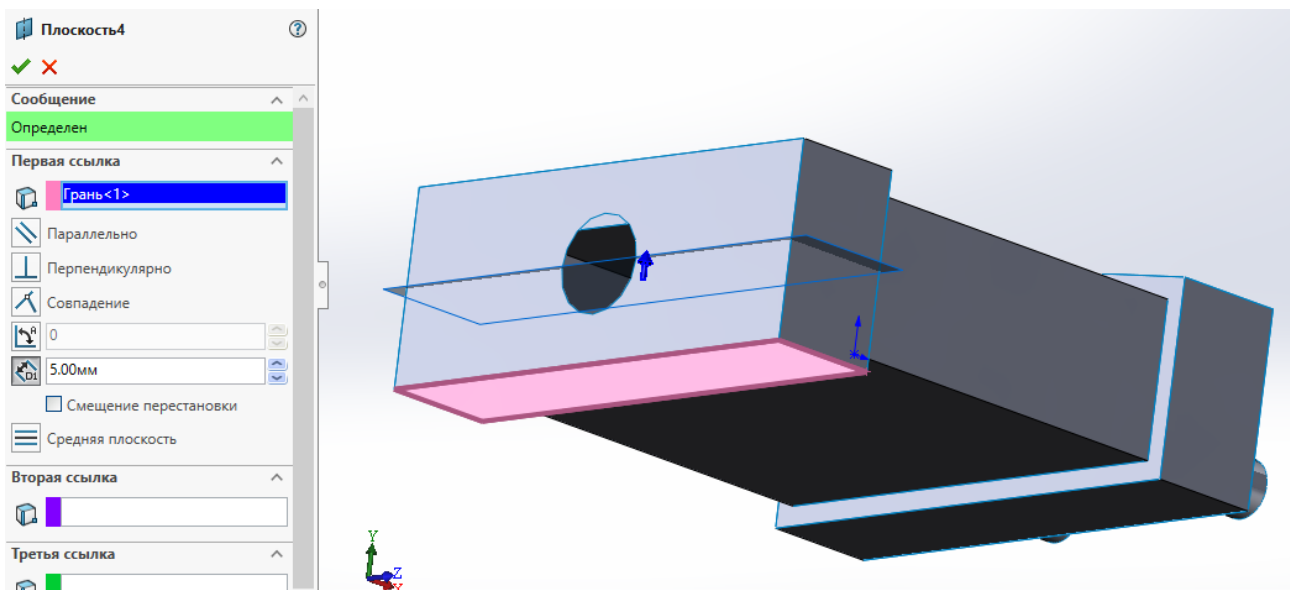

Рис. 20. Создание плоскости
21. Создаем дополнительную плоскость на высоте 5 мм от основания (рис. 20).